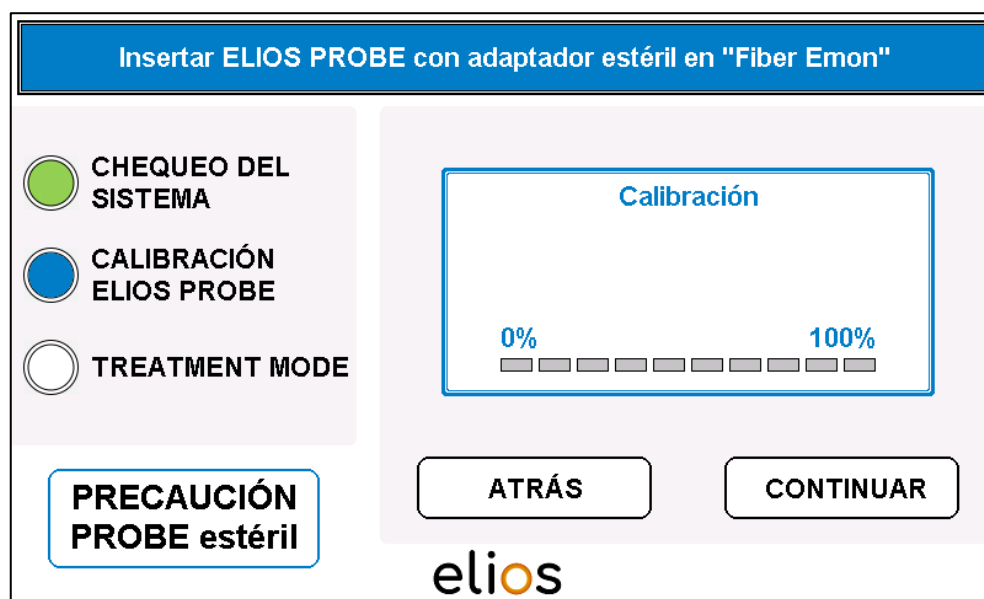

**Fig. 4-9: Aplicador láser insertado con adaptador estéril**
- La fibra con el adaptador estéril se debe insertar en la entrada del monitor de energía en el panel frontal del láser todo lo posible (Fig. 4-9).